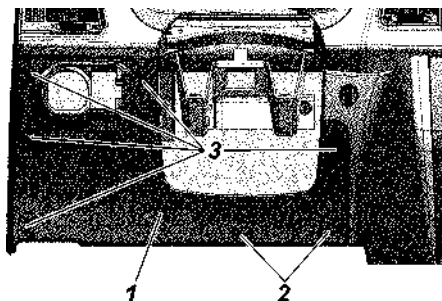

Рис. 9.28. Установка крышки блока реле и предохранителей :
-вывести из зацепления две защелки 2 (рис. 9.28) с оборотной стороны крышки блока, расположенные в нижней ее части;